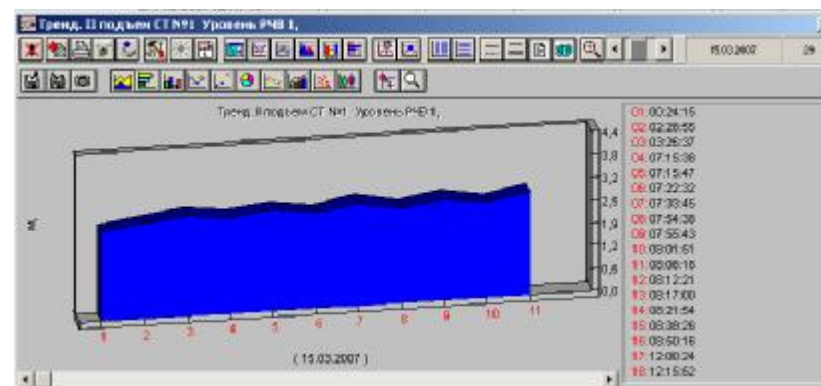

Рис. 34
10.4. При помощи панели инструментов можно существенно изменить внешний вид графического тренда (см. **рис. 34**).